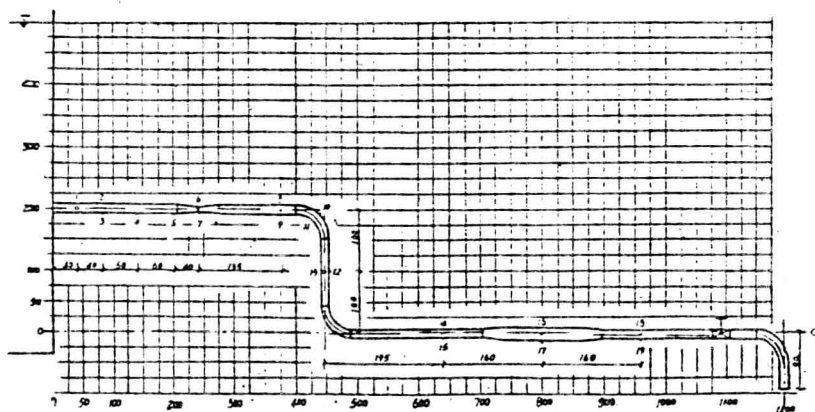

图 2.2
(2) 标“*”者为毕托管测点(测点编号见图2.2).
(3) 测点 2、3 为直管均匀流段同一断面上的两个测压点, 10、11 为弯管非均匀流段同一断面上的两个测点.
4. 绘制上述成果中最大流量下的总水头线 $E-E$ 和测压管水头线 $P-P$ (轴向尺寸参见图 2.2, 总水头线和测压管水头线可以绘在图 2.2 上).